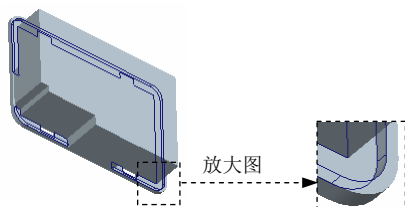
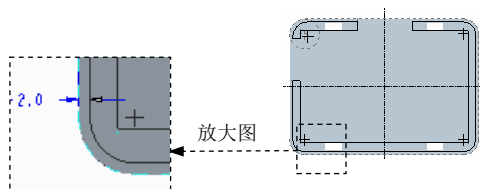

图 5.38.42 拉伸 4
图 5.38.43 截面草图
Step7. 创建图 5.38.42 所示的拉伸特征 4。在操控板中单击“拉伸”按钮 。在操控板中按下“移除材料”按钮 。选取 FRONT 基准平面为草绘平面，选取 RIGHT 基准平面为参考平面，方向为 **右**；单击 **草绘** 按钮，绘制图 5.38.43 所示的截面草图，在操控板中选择拉伸类型为 ，输入深度值 29.0。单击  按钮，单击  按钮，完成拉伸特征 4 的创作。